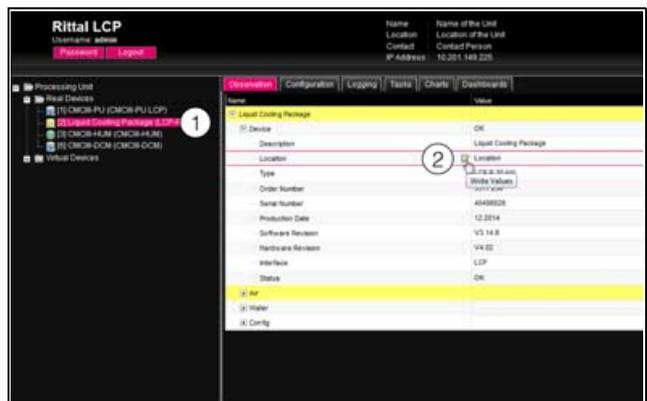

Imagen 78: Selección de un sólo parámetro
- Abra sucesivamente las entradas «Liquid Cooling Package» y «Device» clicando sobre el símbolo «+» junto a la entrada (imagen 78, pos. 1).
- Coloque el puntero del ratón al final de la primera columna en la línea «Location» (imagen 78, pos. 2). Aparecerá un símbolo «Edit» y el puntero del ratón se convertirá en un símbolo «Hand».